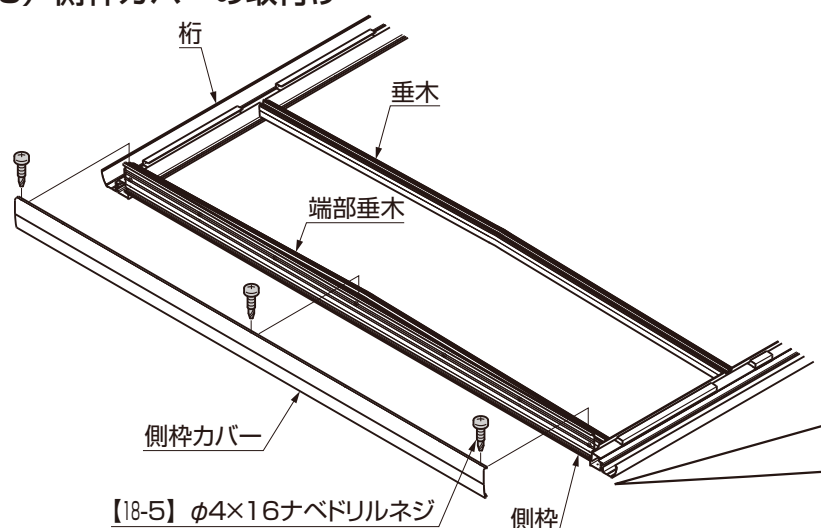
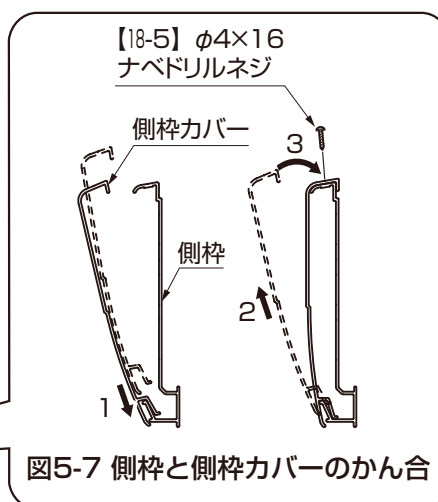

図5-6
図5-7 側枠と側枠カバーのかん合
- ①側枠カバーを側枠に【18-5】で取付けてください。(図5-6、図5-7参照)